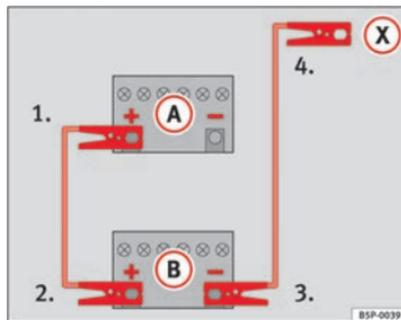

Abb. 188 Anschlussschema für Fahrzeuge ohne Start-Stopp-System.
2. Klemmen Sie ein Ende des *roten* Starthilfekabels an den Pluspol (+) des Fahrzeugs mit der entladenen Fahrzeugbatterie (A) an ⇒ Abb. 188.
3. Klemmen Sie das andere Ende des *roten* Starthilfekabels an den Pluspol (+) des stromgebenden Fahrzeugs (B) an.
4. **Bei Fahrzeugen ohne Start-Stopp-Betrieb:** Klemmen Sie ein Ende des *schwarzen* Starthilfekabels an den Minuspol (-) des stromgebenden Fahrzeugs (B) ⇒ Abb. 188.